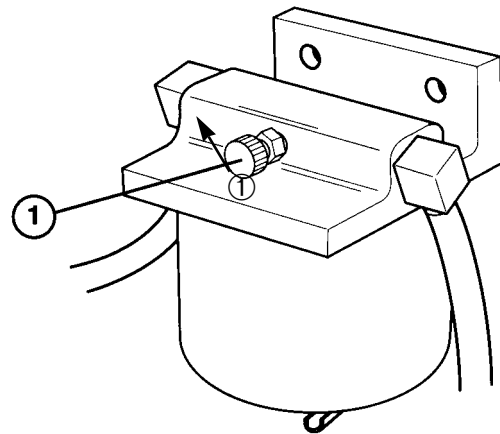

Bild 15
- 2. Die Entlüftungsschraube auf der Oberseite des Kraftstofffilters/Wasserseparators öffnen (Bild 15).